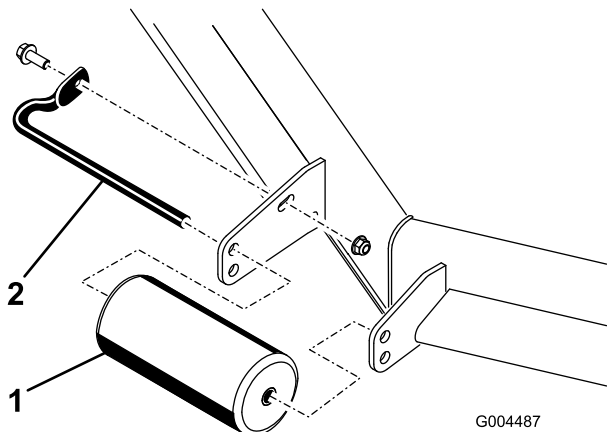

Figura 27
4. Togliete i fermi di fissaggio da ciascun rullo sul piatto di taglio, ed alzate o abbassate i rulli come opportuno; vedere da Figura 27 a Figura 31 come opportuno per il vostro tosaerba.